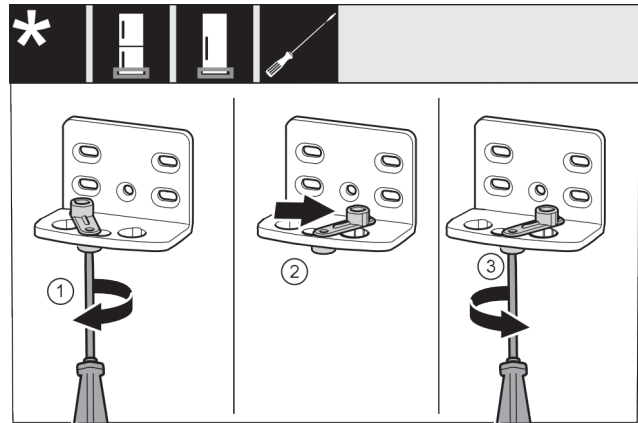

Fig. 46 \*
- ▶ Schraube Fig. 46 (1) mit Schraubendreher lose schrauben.\*
- ▶ Türschließhilfe Fig. 46 (2) anheben und um 90° nach rechts in Bohrung drehen.\*
- ▶ Schraube Fig. 46 (3) mit Schraubendreher festschrauben.\*